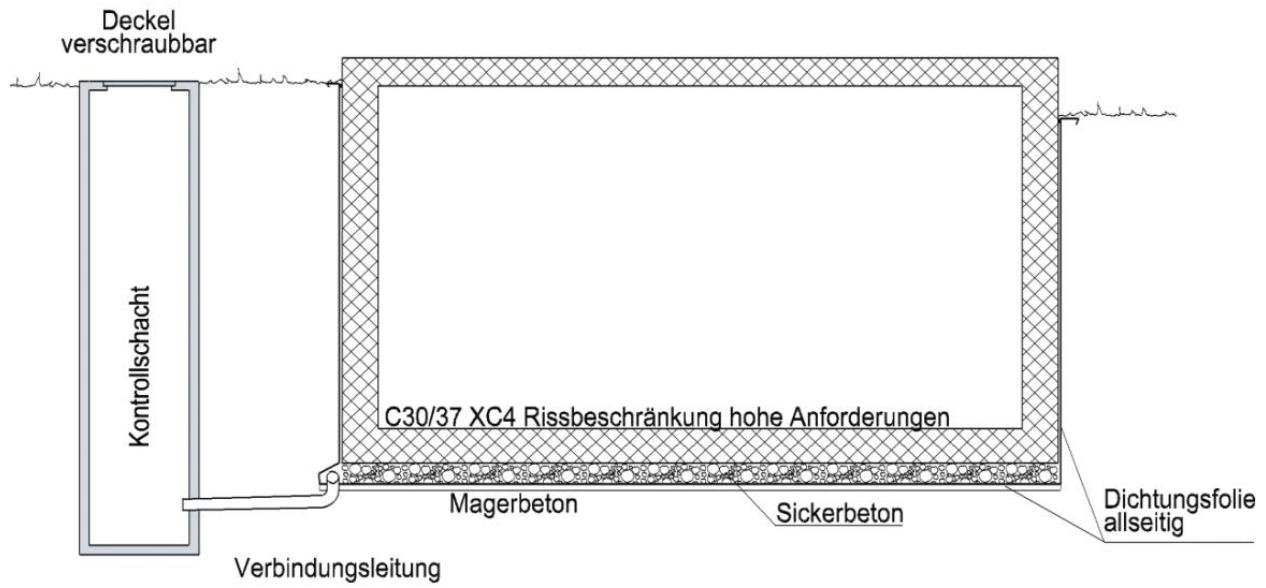

Abbildung 1: Beispiel für Leckerkennung mit durchgehender Dichtungsbahn bei Güllebehältern
- Dichtungsbahnen bis über den erdbedeckten Bereich des Behälters hochziehen (Abb. 1). Dichtungsbahnen an den Wänden der Lagerbehälter so befestigen, dass kein Sickerwasser in den Zwischenraum zwischen Dichtungsbahn und Lagerbehälter eindringen kann.